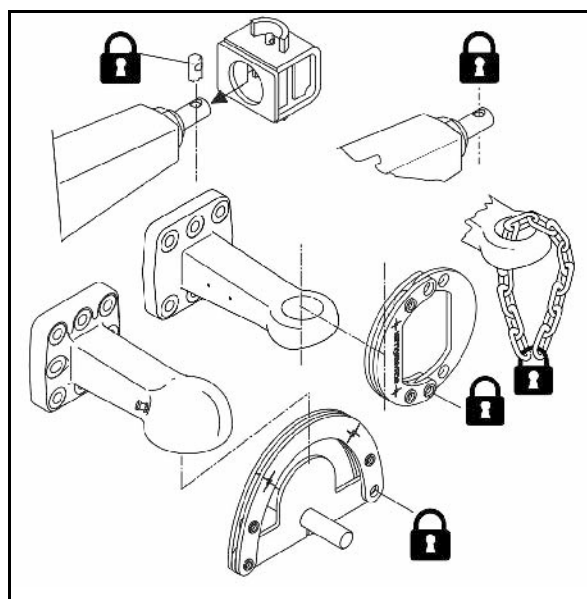

Fig. 37
Tirar de los bulones de seguridad antes de ajustar (Fig. 37/2).
Tras el ajuste, fijar los elementos distanciadores (Fig. 37/1) con pernos de seguridad y asegurar mediante el pasador de clavija (Fig. 37/3).
2. Extender los elementos distanciadores traseros (comenzando por la placa tope (Fig. 37/4), en ambos brazos).
2. Extender los elementos distanciadores delanteros (comenzando por la placa tope (Fig. 37/4), en ambos brazos).